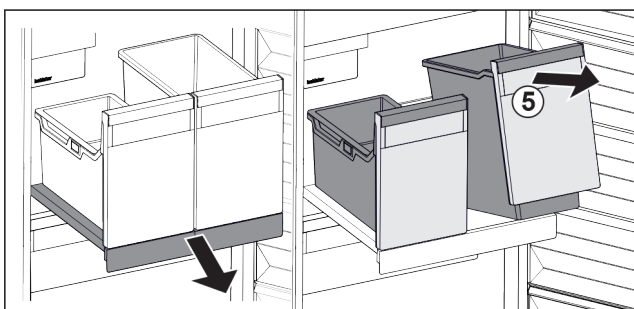

Fig. 28
- ▶ Posodo *Fig. 28 (5)* dvignite naprej.